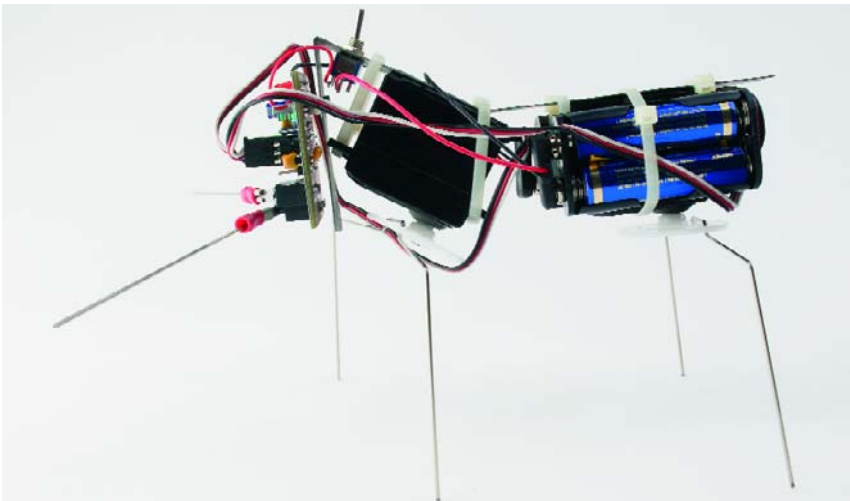

Figure 3. Mieux qu'un long discours, cette photo montre comment se rattachent les pièces au métal de la colonne vertébrale.
**figure 3.** À l'avant de la partie verticale, on fixe la platine par vis et écrou de M3. Ne pas oublier d'intercaler une entretoise pour éviter tout contact entre le circuit imprimé et la bande métallique. Immédiatement après le premier pli, on fore un trou pour le montage de l'interrupteur principal. Il se branche entre les piles et le connecteur d'alimentation de la platine. Il faut ensuite attacher les jambes aux axes des servos. On se sert de fil